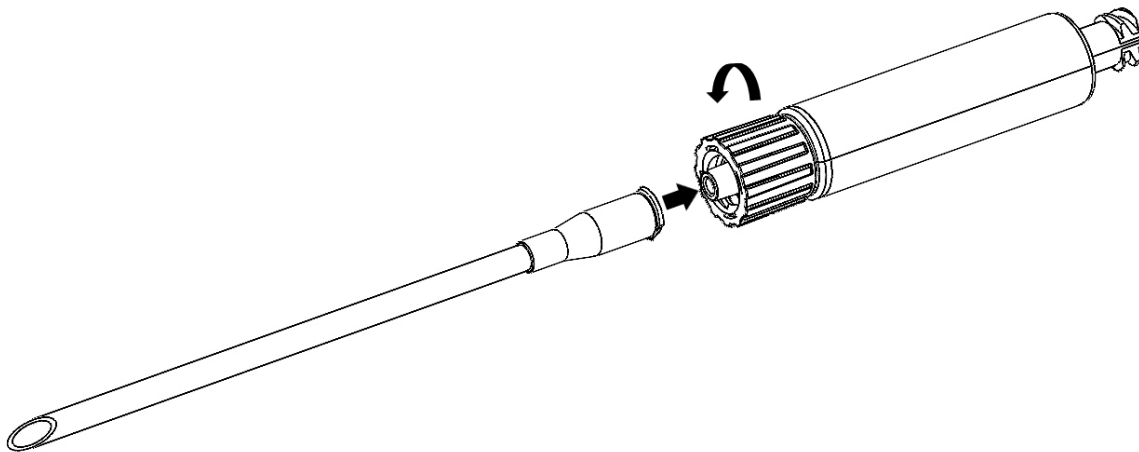

Abbildung 2. Verbindung der Dekompressionsnadel/Thorakostomie-Vorrichtung mit dem Capnospot
5. Verbinden Sie den männlichen Luer-Anschluss am Capnospot wie in Abbildung 2 unten gezeigt mit dem weiblichen Luer-Anschluss einer Nadel oder einer Thorakostomie-Vorrichtung.